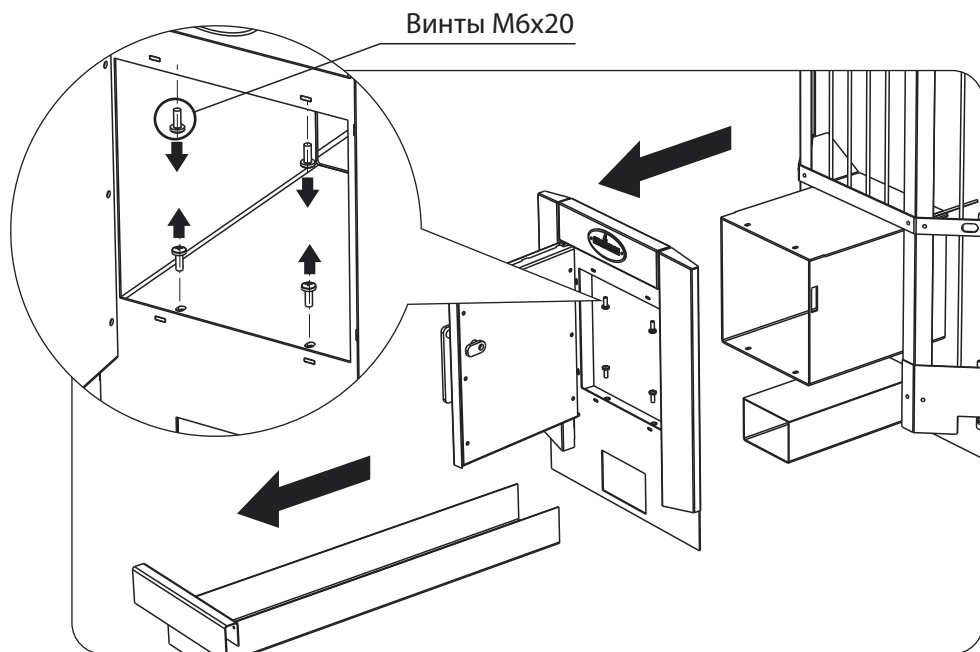

Рисунок 6. Монтаж печи
2. Снять панель выкрутив 4 винта, расположенных в верхней и нижней части топливного канала (рисунок 6).